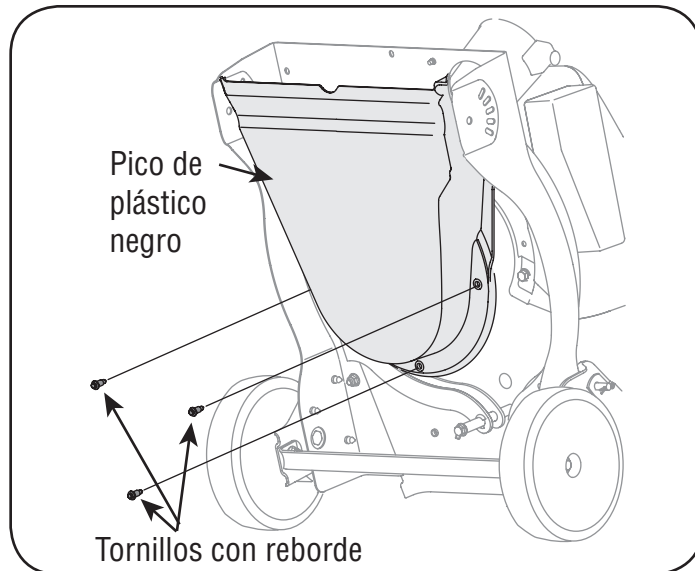

Figura 21
- Incline la unidad con cuidado y apóyela hacia arriba para obtener acceso por la parte inferior al material de montaje del pico y al motor. Retire los tres tornillos con reborde que aseguran el pico de plástico negro a la caja inferior. Consulte la figura 21.